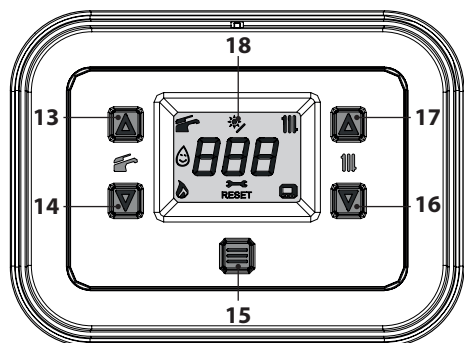
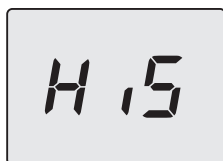

Figura 7.3
Figura 7.4
- Entrare in "modalità programmazione" premendo contemporaneamente per 5 secondi i tasti 14 e 16 (Figura 7.3) fino a far apparire sul display LCD le lettere **HiS** che indicano il menu "Storico delle caldaie" (Figura 7.4).